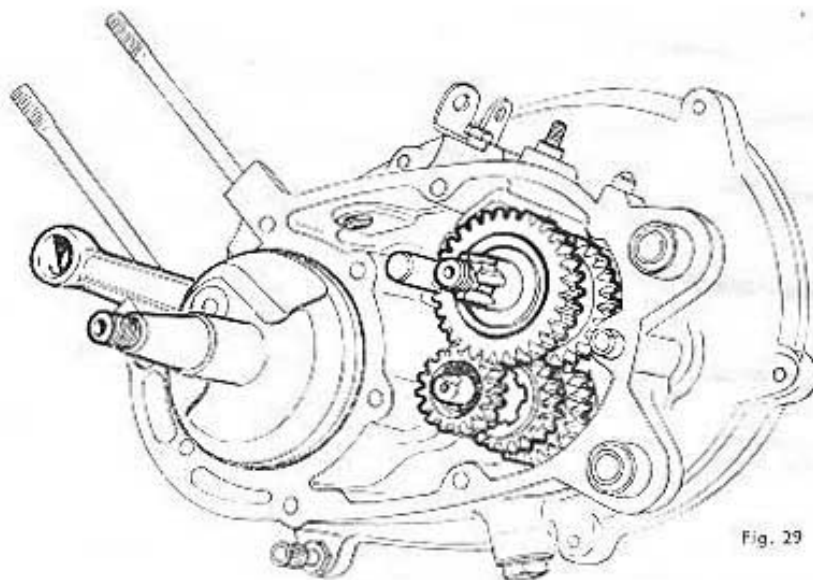

Fig. 29
- Mettre la rondelle d'appui en cliquant sur l'axe des pignons intermédiaires (fig. 29)